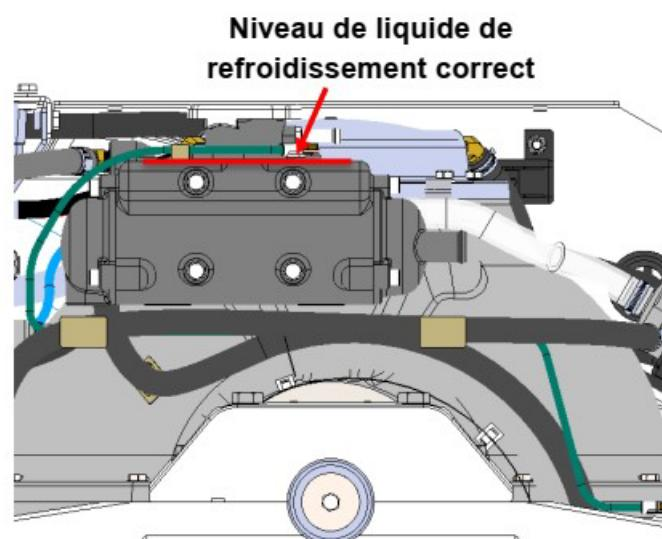

FIGURE 3 – NIVEAU DU LIQUIDE DE REFROIDISSEMENT DU SEAKEEPPER 2
- 3) Retirez le bouchon à pression situé sur le dessus du réservoir. Versez le mélange jusqu'à ce que le niveau atteigne le haut de l'échangeur de température, comme illustré sur la figure 3. Remplir le réservoir au-delà de ce niveau ne causera aucun dégât, mais du liquide de refroidissement pourrait être expulsé du trop-plein en raison de la dilatation thermique normale du liquide de refroidissement.
- Vérifiez de nouveau le niveau de glycol lorsque le fluide circule dans le circuit de refroidissement. Regardez à l'intérieur du réservoir et vérifiez que le niveau de glycol se situe au-dessus du repère sur le réservoir, comme illustré sur la figure 3. Remettez le bouchon.